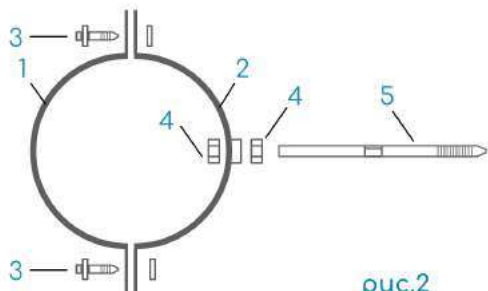

рис.2
10. Устанавливаем крепежи трубы (см.рис.2). на расстоянии не более 1,5 м друг от друга, и обязательно в местах стыков элементов.